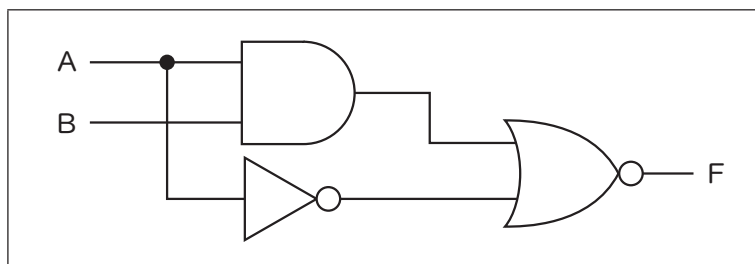

図2
(7) 次の図2に示す論理回路に対応した論理式として、最も適切なものを1~5から一つ選べ。